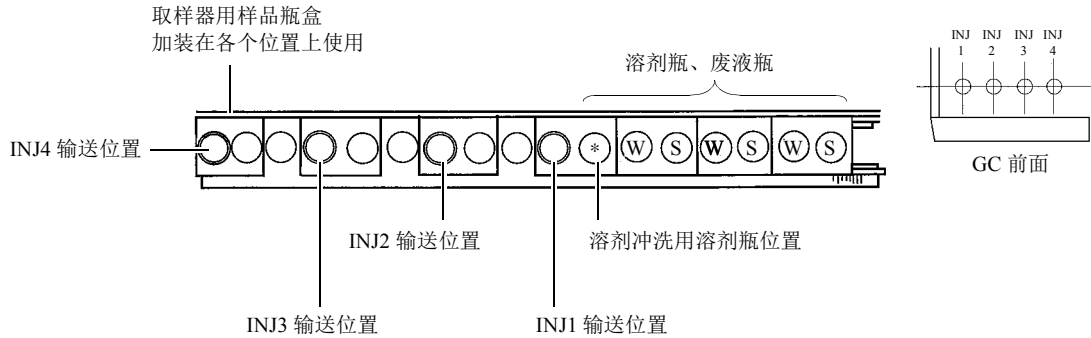

图 2-66
溶剂冲洗用的溶剂瓶与 INJ 位置无关，都是 图 2-66 所示的“*”位置。因此使用本部件时，还需要一个取样器用样品瓶盒，用于溶剂冲洗溶剂瓶。
- 1 在 图 2-66 的 INJ2 输送位置上安装取样器用样品瓶盒。